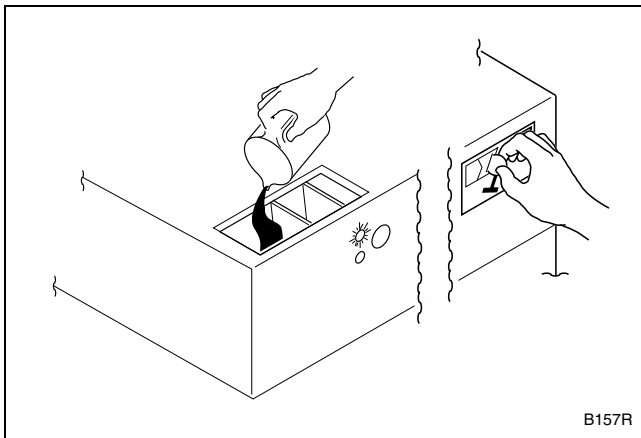

Figura 7
5. Agregue suministros líquidos o en polvo al surtidor de suministros. Consulte la *Figura 7*.
7. **En modelos con tragamonedas:** Inserte la cantidad requerida de monedas para arrancar la máquina. Consulte la *Figura 7*.